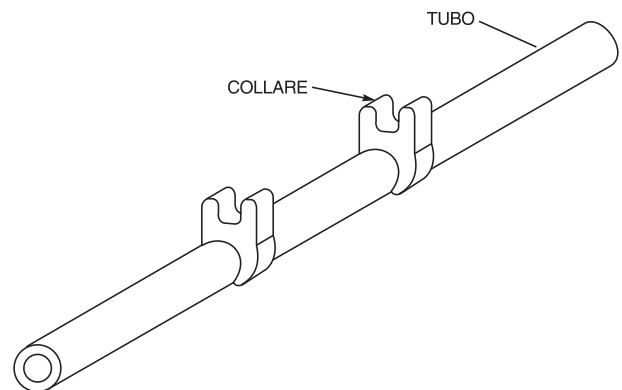

FIGURA 6 ASSIEME TUBO MICROBORE
3. Selezionare il tubo e collocarlo nella cartuccia (vedi Figura 7B). Se si usa un insieme di tubo Microbore (vedi Figura 6), inserire il collare in su contro il fermo del tubo (vedi Figura 7C) da entrambi i lati della cartuccia.
*Con le cartucce, usare solo TUBI MICROBORE progettati specificamente (Figura 6).
(3) Selezione della velocità della pompa